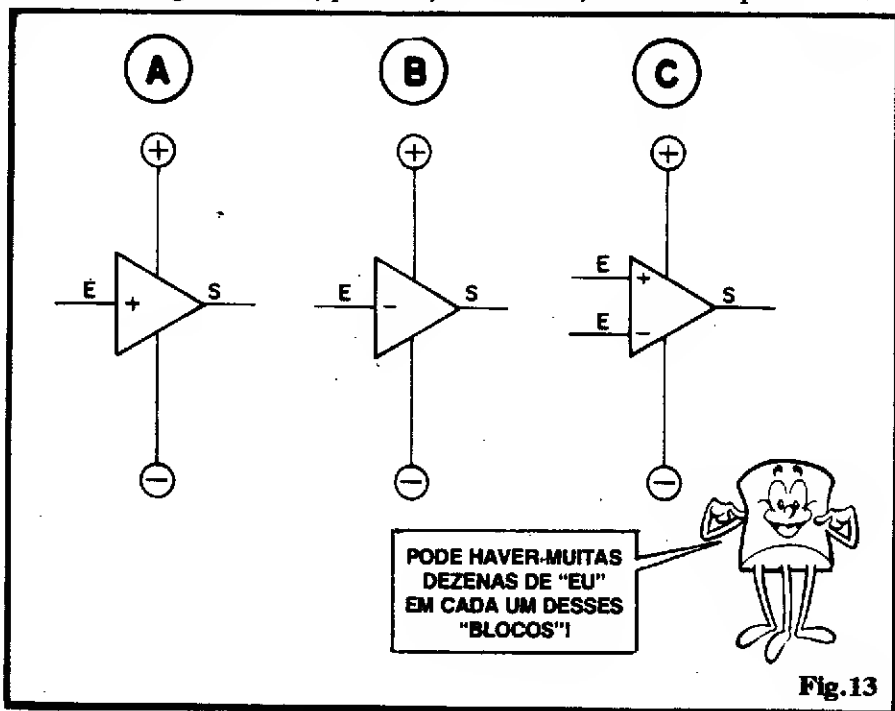

Fig. 13
- FIG. 13 - O triângulo representa, universalmente, um bloco amplificador (LINEAR). O Leitor/"Aluno" verá muito tal configuração simbólica, no decorrer das próximas e futuras "Aulas"...
- FIG. 13-A - Representação do bloco amplificador NÃO INVERSOR, onde a polaridade ou "sentido" do sinal aplicado à entrada E são "respeitados" ou mantidos na saída S. Não se esqueçam, contudo, que a manifestação nos LINEARES é **proporcional**, assim se o ganho do bloco for - digamos - de "10", aplicado 1V positivo em E+, teremos em S 10V positivos...
- FIG. 13-B - Símbolo do bloco amplificador INVERSOR, no qual a polaridade ou "sentido" de transição do sinal são **invertidos**. Guardando a inerente proporcionalidade dos LINEARES, se aplicarmos - num exemplo - à entrada "E-", uma Tensão de 0,5V negativos, e o ganho do bloco for ainda de "10", obteremos, na saída S uma Tensão de 5V positivos...
- FIG. 13-C - Representação do bloco amplificador operacional ou diferencial... Nesse caso, o bloco apresenta duas Entradas com funções inversas. Uma NÃO INVERSORA (E+) e uma INVERSORA (E-). Enquanto "sozinhas", cada uma das Entradas agirá como a correspondente nos diagramas anteriores (13-A e 13-B), mas, usadas conjuntamente, na saída S obteremos um nível correspondente à DIFERENÇA dos sinais aplicados às duas entradas, MULTIPLICADA pelo ganho do sistema... Assim (exemplo), se o ganho ainda for "10" e aplicarmos 1V à entrada "E+" e 0,7V à entrada "E-", teremos na saída S uma Tensão de 3V, correspondente à diferença entre os níveis apresentados às entradas, multiplicada pelo ganho do bloco...